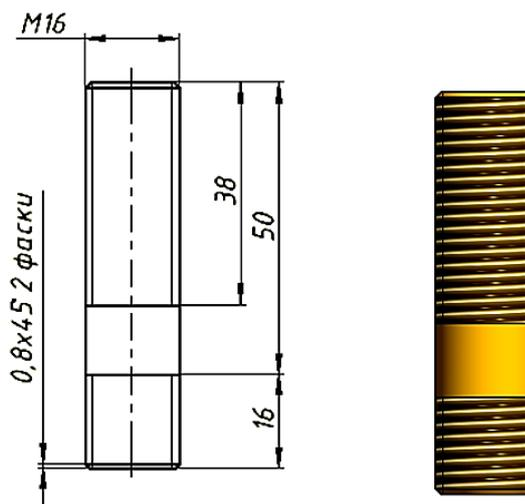

Рис. 4.6. Завершенный вариант шпильки
8. Создайте аналогично вторую фаску с катетом 0,8 мм. Шпилька примет вид, как на рис. 4.6.